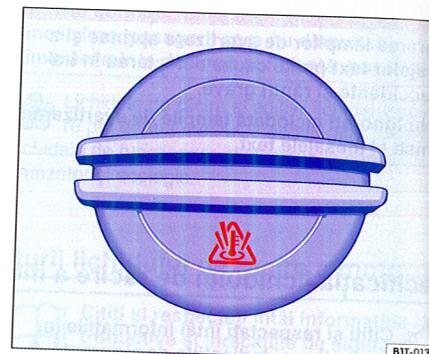

Fig. 198 În compartimentul motorului: capacul vasului de expansiune al lichidului de răcire a motorului.
- Vasul de expansiune al lichidului de răcire a motorului se recunoaște după simbolul ☰ de pe capac ⇒ fig. 198.